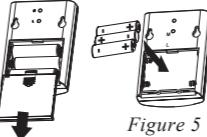

Figure 5
4. Installation ou remplacement des piles de la sonnette de porte (reportez-vous à la figure 5)